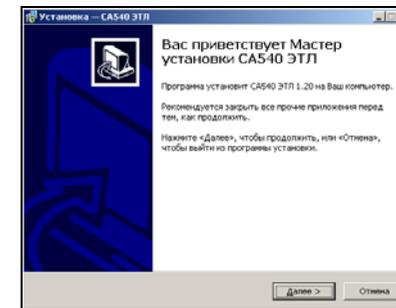

Рисунок 8.1
1) Включить ПК и начать установку программы "CA540 ЭТЛ", для чего из папки "CA540 ЭТЛ", размещенной на инсталляционном диске, входящем в комплект поставки, запустить исполняемый файл **setup_CA540_ETL_xxx.exe** (xxx – версия программы). На экране появится окно мастера установки CA540 ЭТЛ (рисунок 8.1).